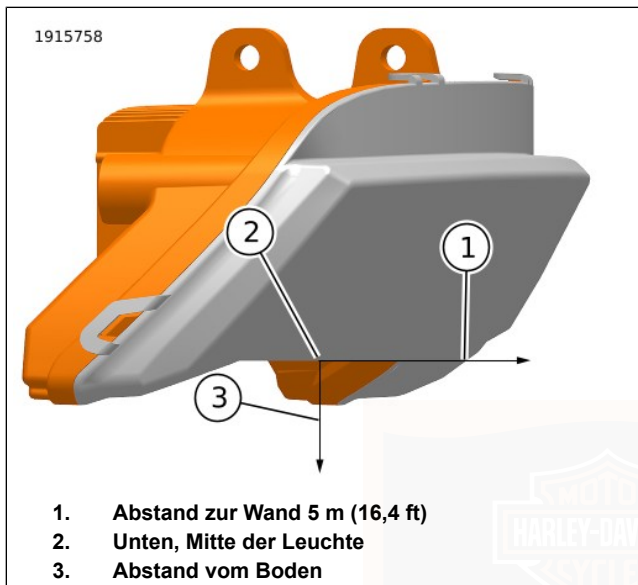

Abbildung 79. Messpunkte für die Scheinwerferausrichtung
2. Abbildung 79 Das Motorrad auf den angegebenen Abstand zwischen der unteren Mitte des Scheinwerfers (2) und dem Abstand zur Wand (1) einstellen.
- b. Mit dem vorgesehenen Fahrer auf dem Motorrad den Abstand von der unteren Mitte der Leuchte (2) zum Boden (3) messen.